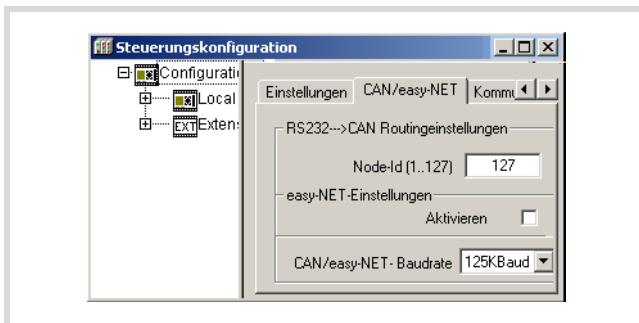

Abbildung 85: CAN-Master-Routing-Einstellungen
Stellen Sie die Routing-ID und die CAN-Baudrate im Register „CAN/easyNet“ des Ordners „Konfiguration“ wie in Abbildung 85 ein.
- eine ID zur Routing-Funktion: Die Routing-ID und die CAN-Baudrate stellen Sie wie in Abbildung 85 im Register „CAN/easyNet“ ein. Setzen Sie als Node-ID z.B. „54“ ein.